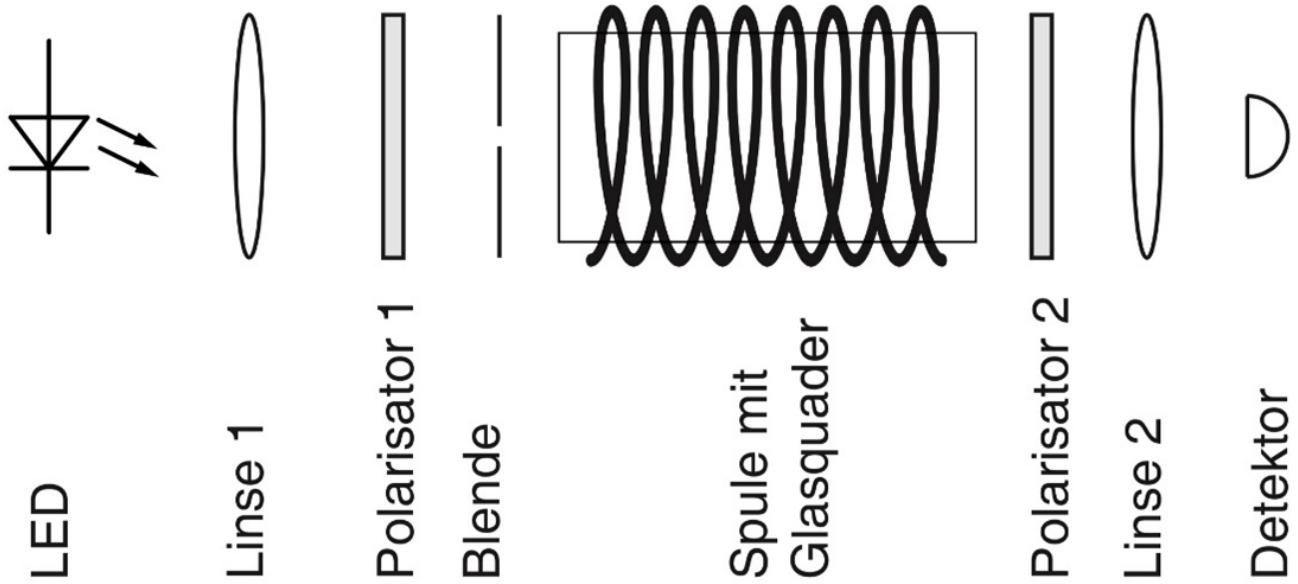

Abbildung 1) Versuchsaufbau bestehend aus LED, Linse 1, Polarisator 1, Blende, Spule mit Glasblock, Polarisator 2, Linse 2 und Detektor.
4. Bauen Sie die Versuchsanordnung zur Messung der Faraday-Rotation gemäß Abb. 1 auf. Erzeugen Sie einen möglichst perfekten Parallelstrahl und reduzieren Sie dessen Durchmesser soweit, dass innerhalb des Glaskörpers keine Lichtreflexionen an Glasquaderlängsseiten auftreten können. Vorzugsweise messen Sie gleichzeitig das DC-Signal mit einem Multimeter und das AC-Signal mit einem Oszilloskop (Tiefpassfilter) in Parallelschaltung beider Messgeräte.